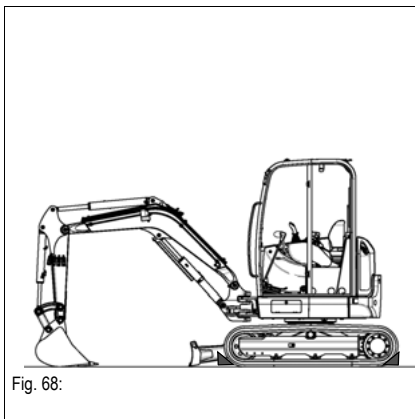

Fig. 68:
- 10 Asegurar la máquina con cuñas de calce (ver Fig. 68).